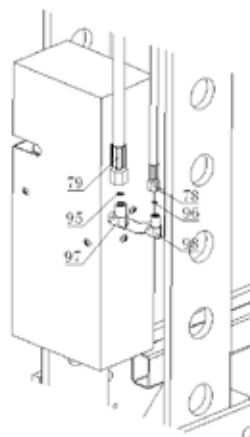

Figure 6
Retirer le bouchon du raccord (97 et 98) et le flexible d'huile (78 et 79). Brancher ensuite le flexible d'huile (78) et le flexible d'huile 2 (79) au raccord (98) et au raccord (99) et bien les serer. (Se reporter à la Figure 6.)
**Remarque :** s'assurer que les joints toriques sont bien dans les rainures du raccord (97) et (98) avant d'installer les deux flexibles d'huile.